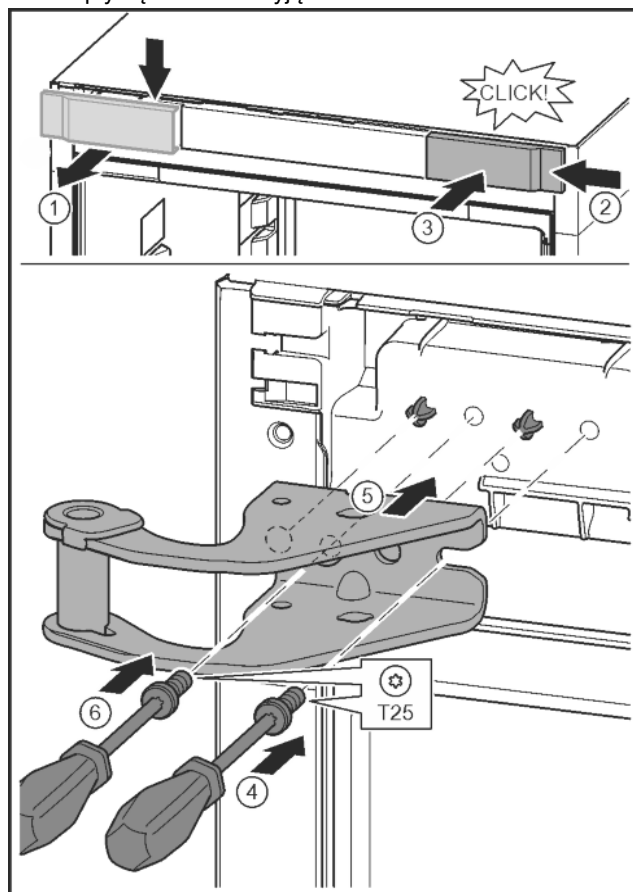

Fig. 14
- ▶ Poluzować osłonę i zdjąć w bok. Fig. 14 (1)
- ▶ Osłonę obróconą o 180° założyć z drugiej strony od prawej. Fig. 14 (2)
- ▶ Zazębić osłonę. Fig. 14 (3)
- ▶ Śrubę założyć przy pomocy śrubokręta T25. Fig. 14 (4)
- ▶ Założyć górną płytkę zawiasu. Fig. 14 (5)
- ▶ Dokręcić śrubę. Fig. 14 (4)
- ▶ Śrubę założyć przy pomocy śrubokręta T25 i mocno dokręcić. Fig. 14 (6)